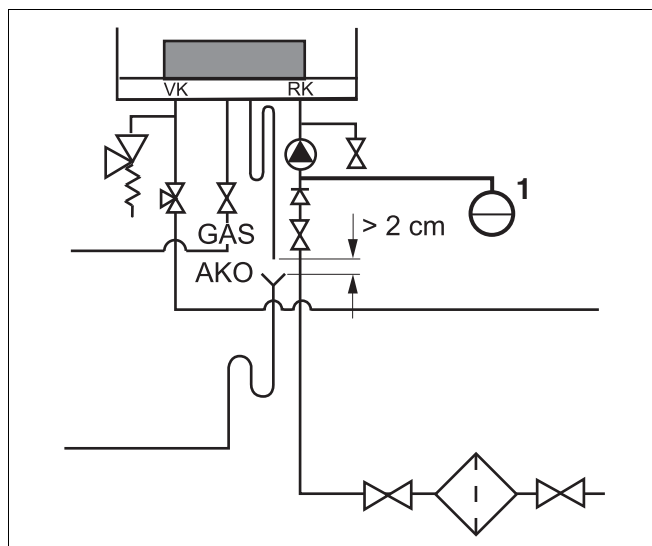

Fig. 18 Vaso d'espansione solamente per installazione di caldaia singola
- Collegare il vaso d'espansione alla caldaia nella linea di ritorno (RK). In presenza di un separatore: collegare il vaso d'espansione sul lato secondario del separatore nella linea di ritorno (fig. 18, pos. 1).